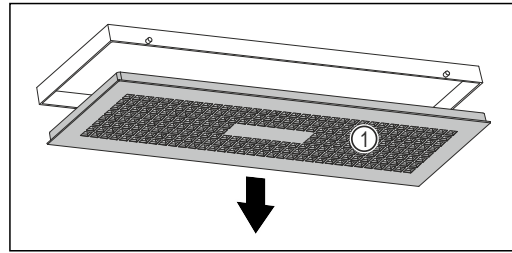

Fig. 107
- Ruotare lentamente la vaschetta dell'acqua verso il basso e tenere fermo il coperchio Fig. 107 (1).
- Rimuovere il coperchio Fig. 107 (1).